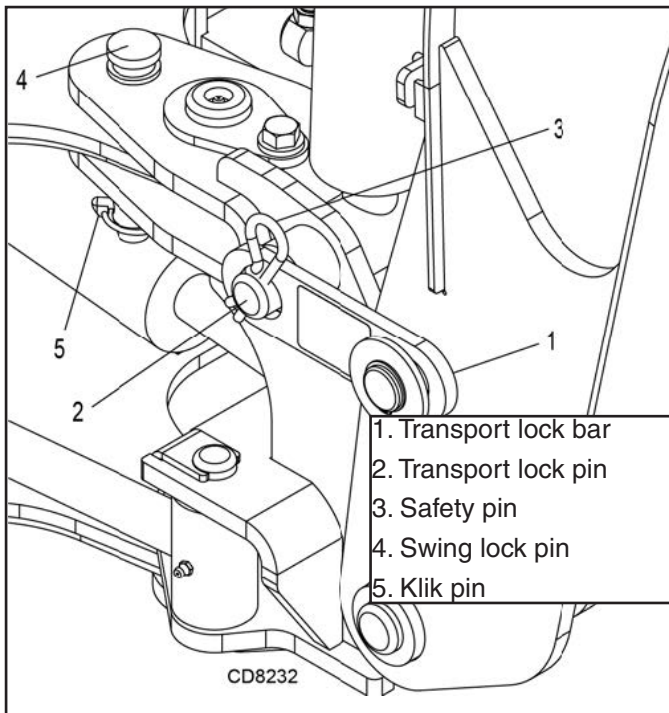

Figura 8. Transporte e Bloqueio de Giro Instalado
Engate o bloqueio de transporte por meio da retração completa da lança e do braço. Posicione a barra de bloqueio de transporte (1), localizada no lado direito da estrutura basculante, sobre o pino de bloqueio de transporte (2). Fixe com o pino de segurança (4). Veja a Figura 8. Centre a lança de lado a lado e instale o pino de bloqueio de giro (3) através da estrutura basculante e da estrutura principal. Fixe o pino de bloqueio do giro (3) com um pino de segurança (4) conforme ilustrado.